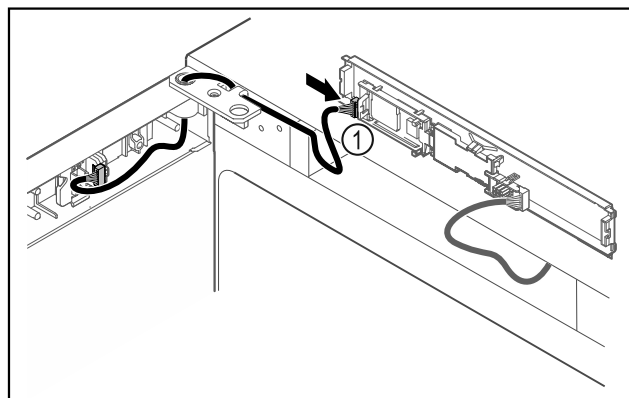

Fig. 50
- Collegare il connettore Fig. 50 (1) sulla scheda.